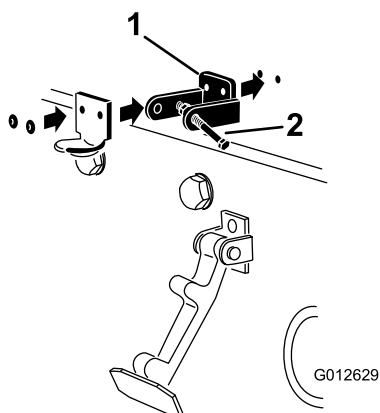

Figura 8
3. Mentre allineate i fori di montaggio, posizionate la staffa di bloccaggio CE e la staffa del fermo del cofano sul cofano. La staffa di bloccaggio deve essere contro il cofano (Figura 8). Non rimuovete il gruppo dado e bullone dal braccio della staffa di bloccaggio.
5. Rivettate le staffe e le rondelle al cofano (Figura 8).